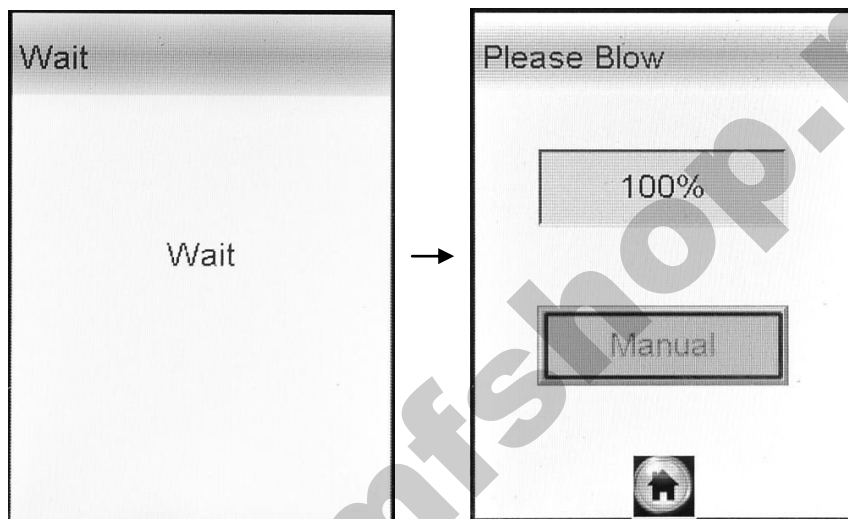

Рисунок 18 – Переход в режим скрининга
2.10.2 Выберите режим скрининга, переместив курсор с помощью кнопки **A** или **B** на соответствующую иконку и утвердив выбор кратковременным нажатием на кнопку вкл/выкл. Анализатор начнет процедуру подготовки к измерению, на дисплее последовательно появятся окна «Wait» и «Please Blow» (рисунок 18).